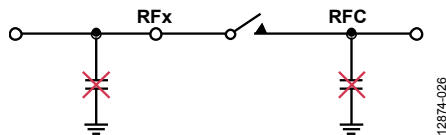

图37. 避免较大端接电容直接连到开关
- 避免较大端接电容直接连到开关。分流电容可能储存电荷, 使得在开关断开或闭合时可能引起热切换事件, 影响开关寿命。图37显示了哪些地方应避免连接较大端接电容。